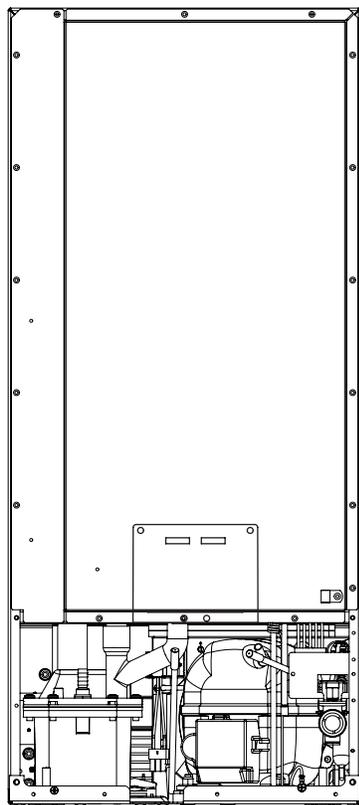

Figure 31
7. Déconnectez la conduite d'eau de la sortie de valve d'eau au niveau du réservoir, puis videz l'eau restante de la zone de rétention de la conduite d'eau. (Voir Figures 31 et 31a).
8. Reconnectez la conduite d'eau à la sortie de la valve d'eau. (Voir Figures 31 et 31a).